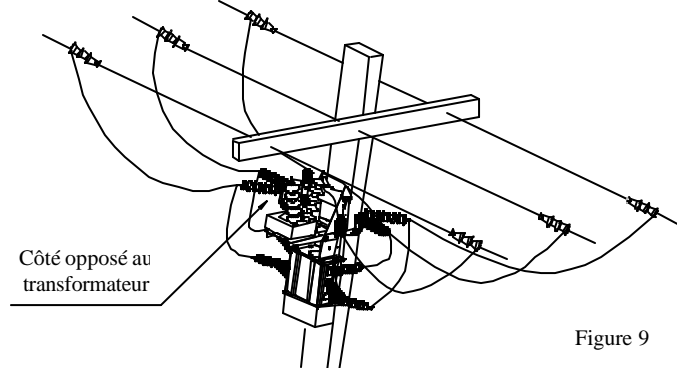

Figure 9
-Connecter à la ligne le côté de l'interrupteur qui n'a pas de transformateur (Fig. 9) pour obtenir qu'au moment de la mise sous tensions de la ligne, le transformateur reçoive la tension simultanément par les deux bornes primaires du transformateur